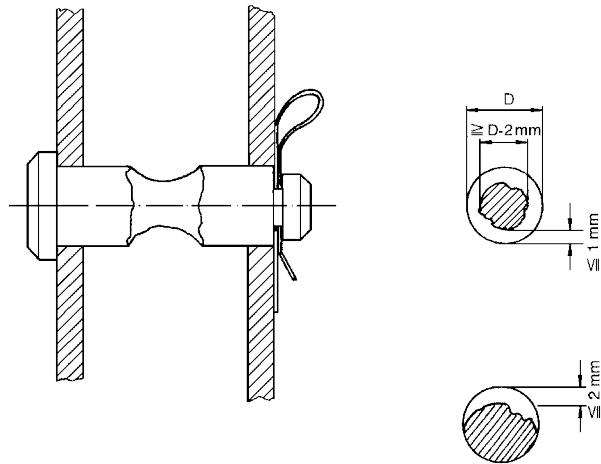

Bild 19
5. Im Zuge der jährlichen Überprüfung sind alle Bolzen mit Sicherungs-Clips in den Fahrwerken auf ihren Verschleiß hin zu überprüfen, ggf. auszubauen. Die Bolzen sind spätestens bei Erreichung der in **Bild 19** angegebenen Grenzwerte zu ersetzen.